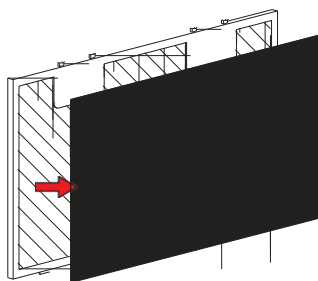

Bild 2
3. Consultați fig. 2 și așezați noul filtru cu cărbune peste filtrul de grăsimi.